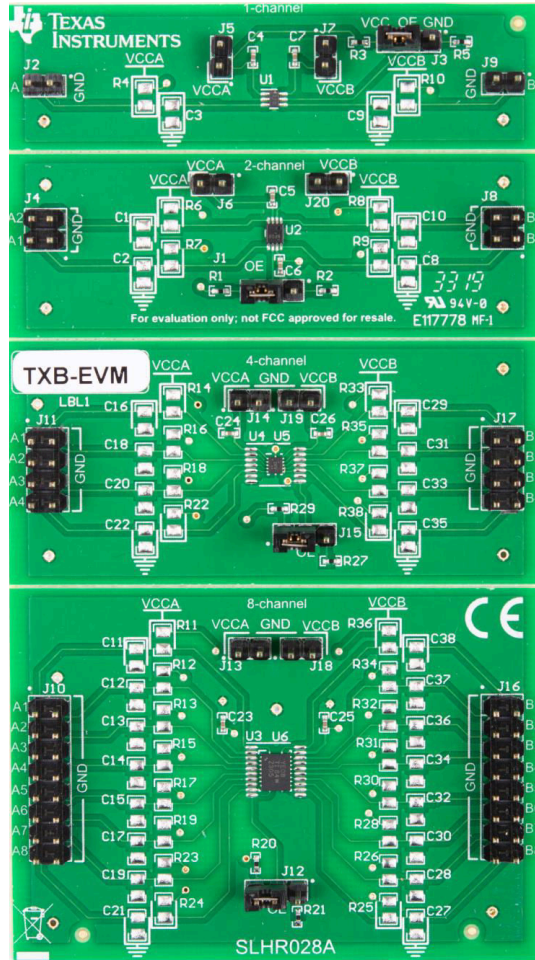

图 1-1. TXB-EVM
TXB-EVM 如图 1-1 所示。表 1-2 所示为 TXB-EVM 支持的封装。
每条数据 I/O 布线都连接到 0805 表面贴装 (SM) 焊盘 (可连接 V_{CC} 实现可定制的上拉电阻器) 和 0805 SM 焊盘 (可连接 GND 实现可定制负载)。选择大型焊盘是为了便于连接，并且可根据需要选择由多个较小 SM 组件组成负载 (用于负载测试、传播延迟以及上升/下降时间调整等)。图 1-1 所示为 SM 焊盘的位置。下拉焊盘标有接地符号，上拉焊盘在板上标有电源端口符号。